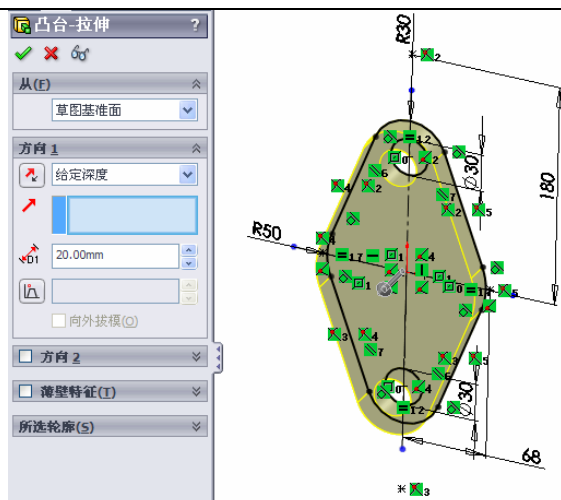

图 4-36 设置拉伸参数
- ⑪ 拉伸实体。单击拉伸凸台/基体按钮，设定拉伸的终止条件为“给定深度”。在微调框中设置拉伸深度为 20mm，保持其他选项的系统默认值不变，如图 4-36 所示。点击确认按钮，完成底板的创建。